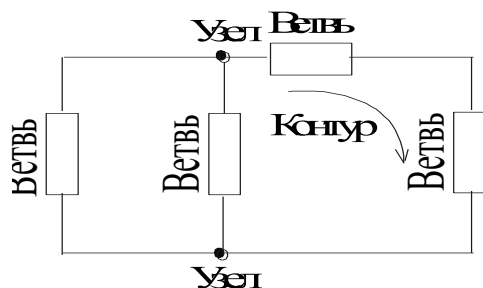

Рис. 6. Схема электрической цепи
**Ветвь** образуется одним или несколько последовательно соединенными элементами цепи (рис. 6).
**Узел** – место соединения трех или большего числа ветвей (рис. 6 – 7).
Любой замкнутый путь, проходящий по нескольким ветвям, называется **контуром** (рис. 6).